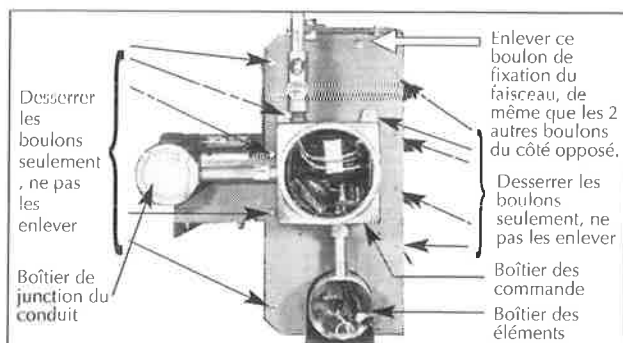

FIGURE 9
2. Débrancher tous les fils qui pénètrent dans le boîtier des éléments (voir figure 9).
3. Desserrer légèrement tous les boulons de l'unité, tel qu'illustré à la figure 9, afin d'éviter que le faisceau plie.